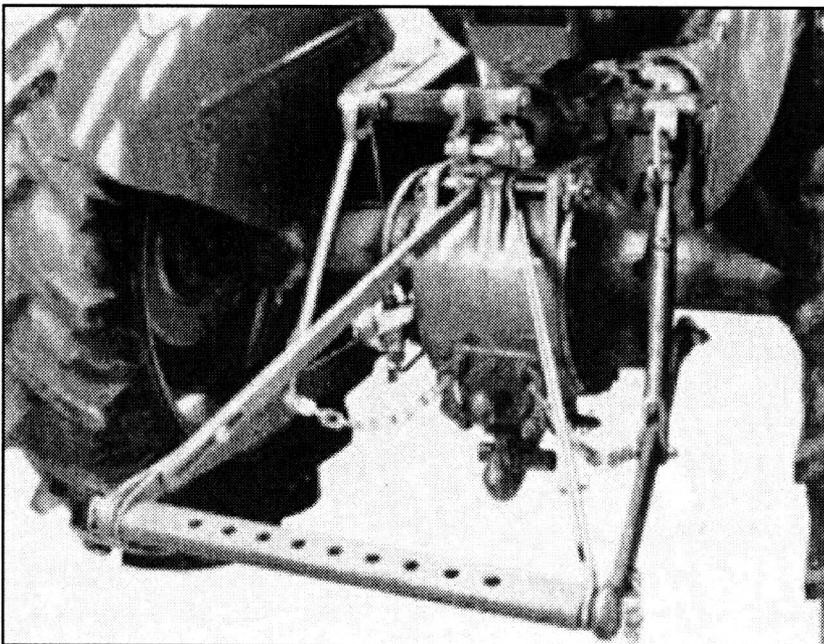

Figure 27 Barre de traction
Barre de traction. (ou barre à trous) (figure 27)
La figure 27 montre la barre de traction réglable montée sur le tracteur de façon correcte avec ses haubans fixés au carter de pont arrière à l'aide de la grande broche articulée.
12) Barre de traction. (figure 27)